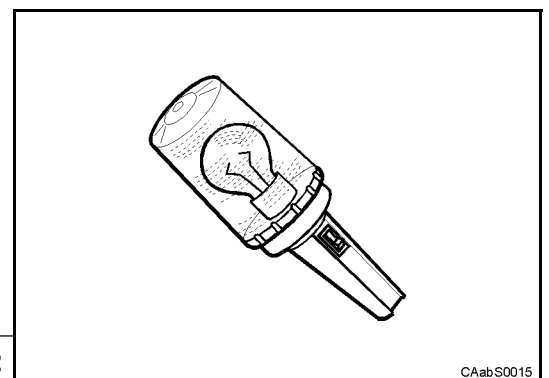

Fig. 12
- 13 Illuminare adeguatamente l'area di lavoro con strumenti che rispettino la normativa di sicurezza (Fig. 12).
- 13 Light properly the working area by using devices in agreement with the safety regulations (Fig. 12).